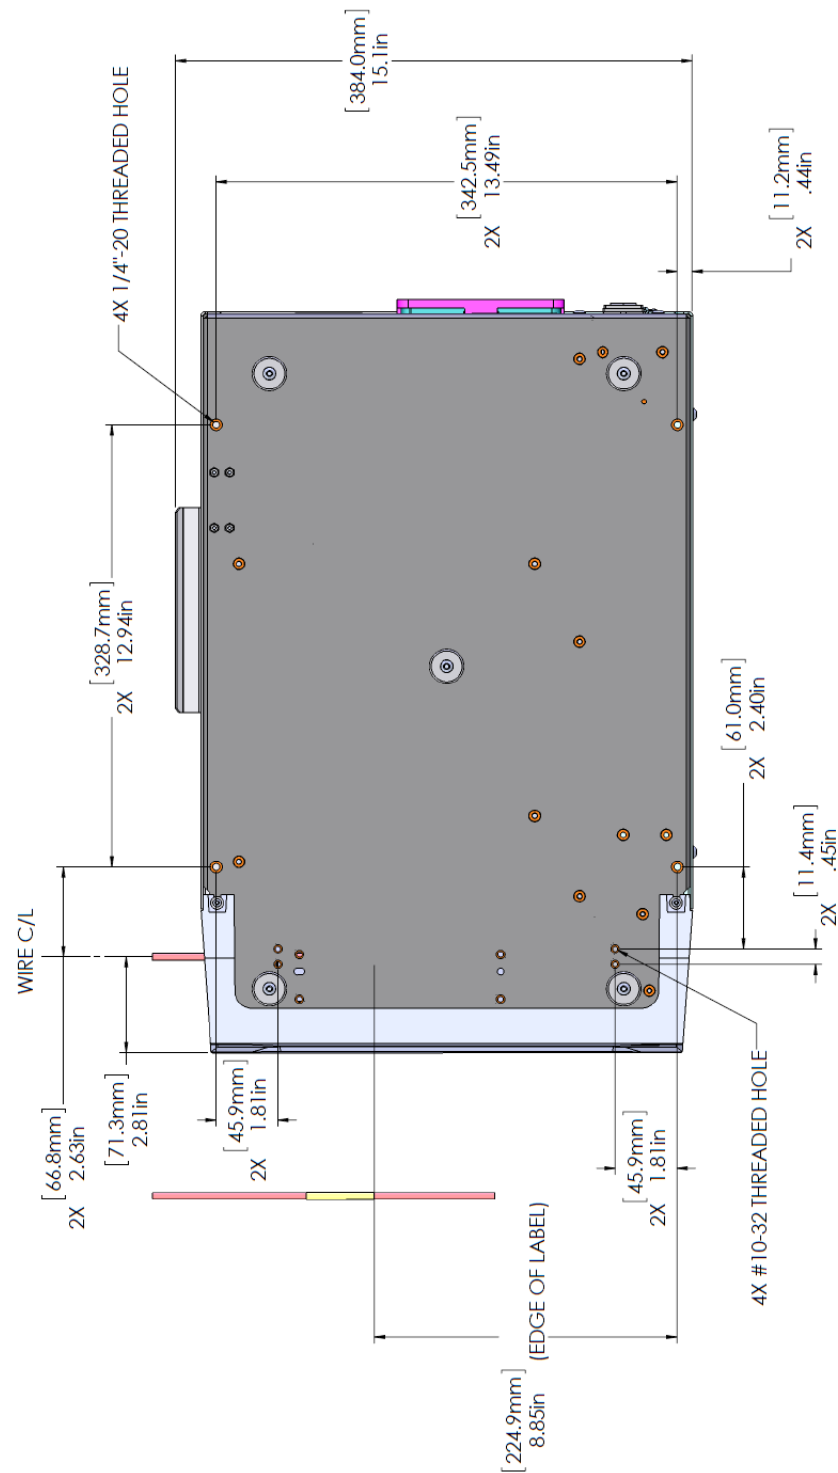

Abbildung A-1. Schraubenlöcher für die Montage des Druckers
1. Beziehen Sie sich auf die Abmessungen in Abbildung A-1 auf Seite A-2, um die Position der Schraublöcher auf der Arbeitsoberfläche zu messen und zu markieren.
Sie benötigen vier Schrauben mit der Gewindegröße 10-32. Die Position der Schraubenlöcher der Größe 10-32 entnehmen Sie Abbildung A-1 auf Seite A-2.